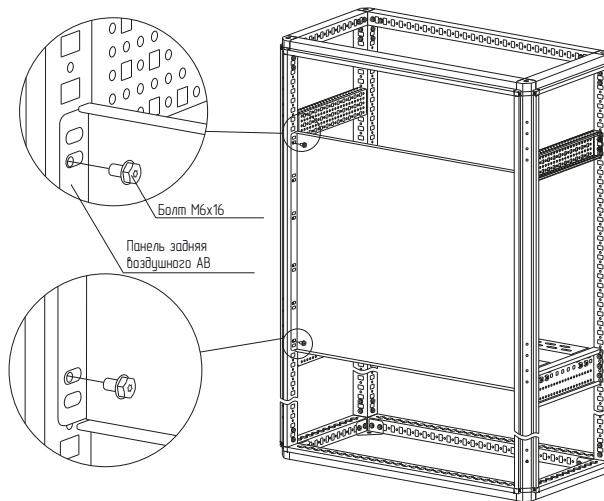

Рисунок 1
- вариант 1. Болтами самонарезающими M6×16 (рисунок 1). Момент затяжки – 7 Н·м. Болты приобрести отдельно;